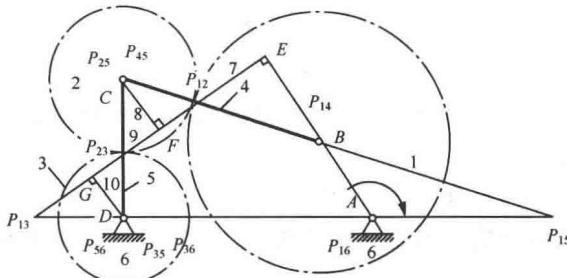

图 1-3-4
(2)根据三心定理可确定构件 1、3, 构件 1、5 的瞬心, 如图 1-3-4 所示, 其中 P_{25} 、 P_{45} 重合, 且位于转动中心 C 点; P_{35} 、 P_{56} 、 P_{36} 重合, 且位于转动中心 D 点。由瞬心性质有
(3)如图 1-3-4 所示, 将两高副用 C、G、D 三个低副代替。替代后低副机构为 AEF-CGD 及原 ABCD 四杆机构。其中 AB、AE 同为构件 1, 上述机构变为 1、4、5、7、8、9、10、6 八杆机构。